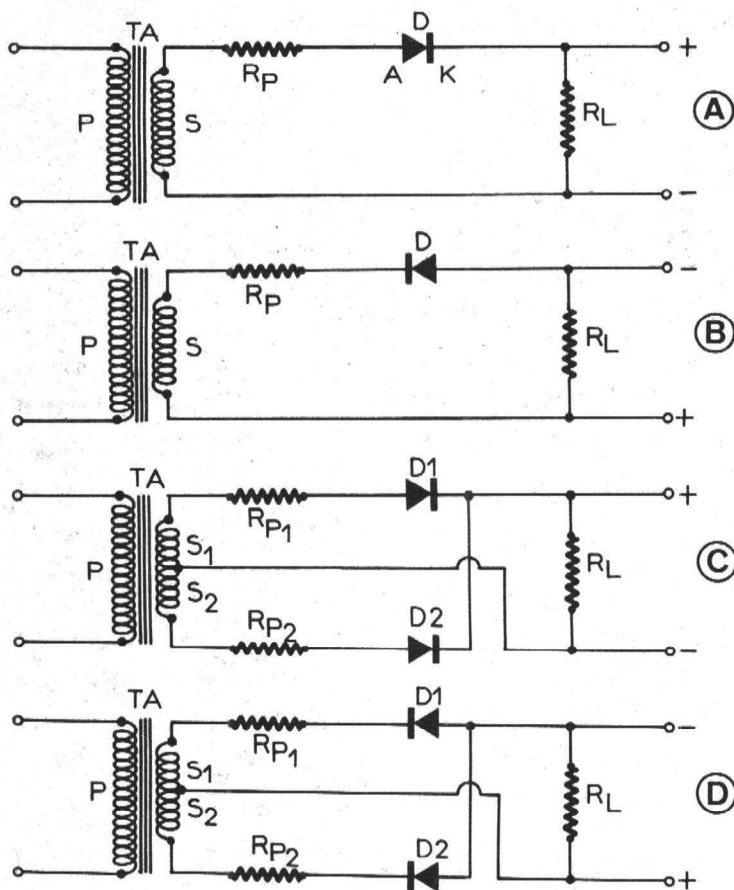

Figure 1
Voici à la **figure 1** les schémas de redresseurs suivants.
En A la tension à la sortie d'un redresseur du type mono-alternance « positif » comme celui de (A) de la **figure 1**. On voit que seules les alternances positives du signal sinusoïdal fourni par S sont transmises. Les alternances négatives ne sont pas transmises et ont été représentées en pointillés.
Dans le cas du montage mono-alternance (**figure 1 (A) et (B)**) la tension de sortie e_s est :